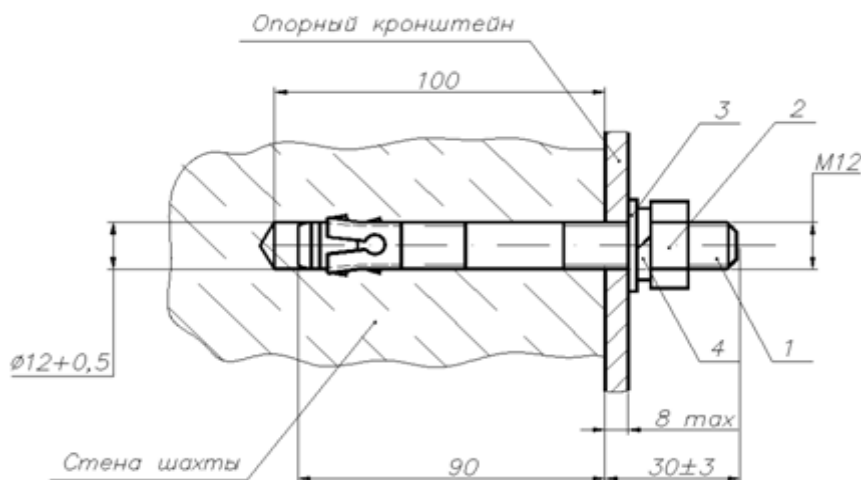

рис.5
3. Установить анкера поз. 1 (см. рис. 5);